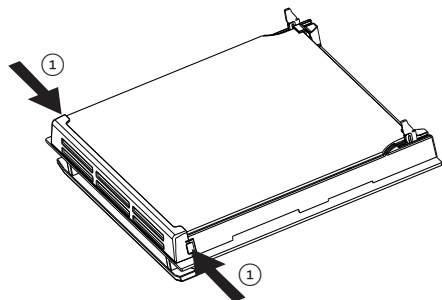

Fig. 8.12
- Premere le linguette di aggancio su entrambi i lati della porta e rimuovere completamente il fermavetro (fig. 8.12, 8.13).
- Press the retaining tabs on both sides of the door and completely remove the glass retainer (figures 8.12 and 8.13).